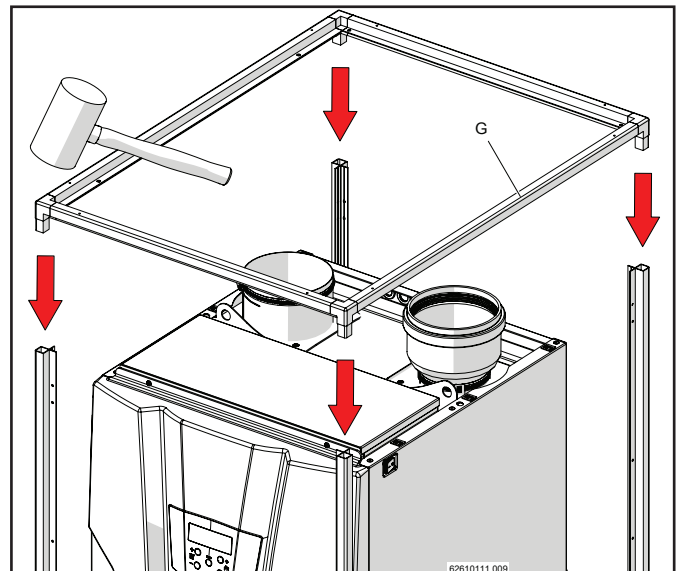

Figura 12-11
- 6.- Inserire il telaio superiore "G" della copertura da esterno utilizzando un martello gommato (figura 12-11).